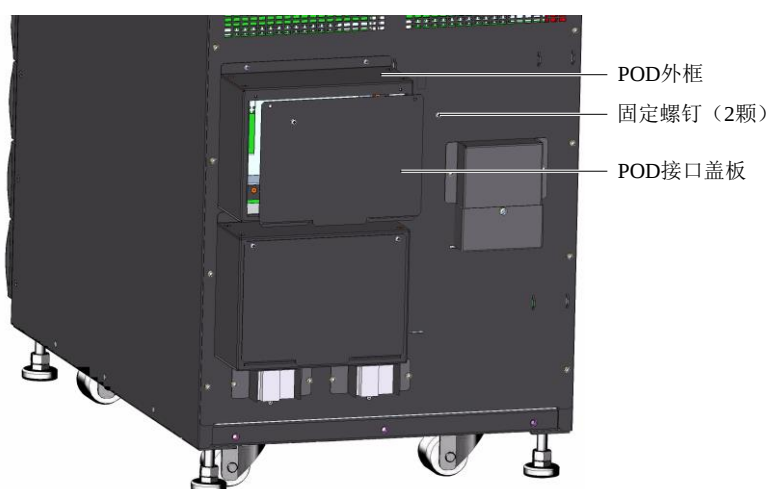

图2-27 拆盖板
1. 拧下 POD 接口盖板的 2 颗固定螺钉，将 POD 接口盖板从 POD 外框上拆下，如图 2-27 所示。